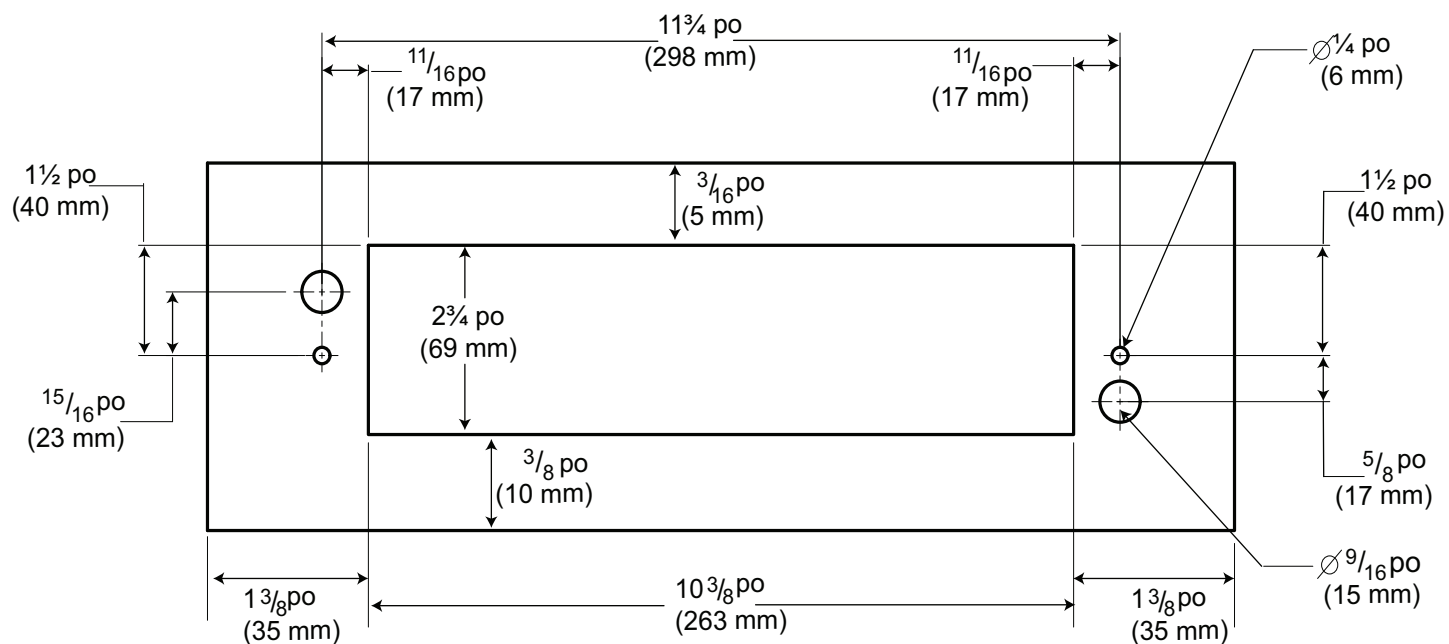

Figure 18 : Ouverture dans le mur, vue face au mur.
3. Préparation du mur pour installation, comme illustré sur la Figure 18.